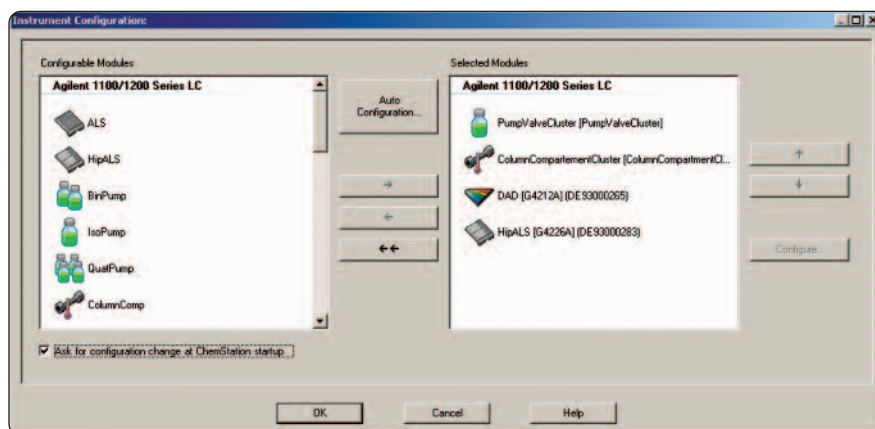
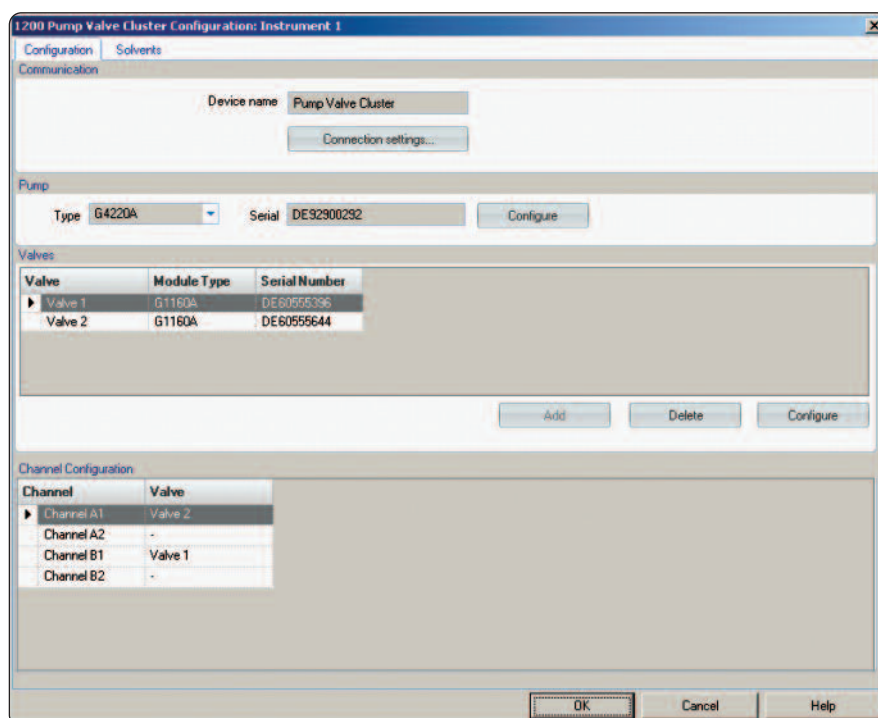

図 1
図 3
- [Instrument Configuration] 画面を開きます (図 1)。
ポンプをハイライトし、[Configure] をクリックして、溶媒選択バルブとポンプをクラスタリングする必要があります (図 1)。図 3 では、溶媒選択バルブのクラスタリング画面を示しています。